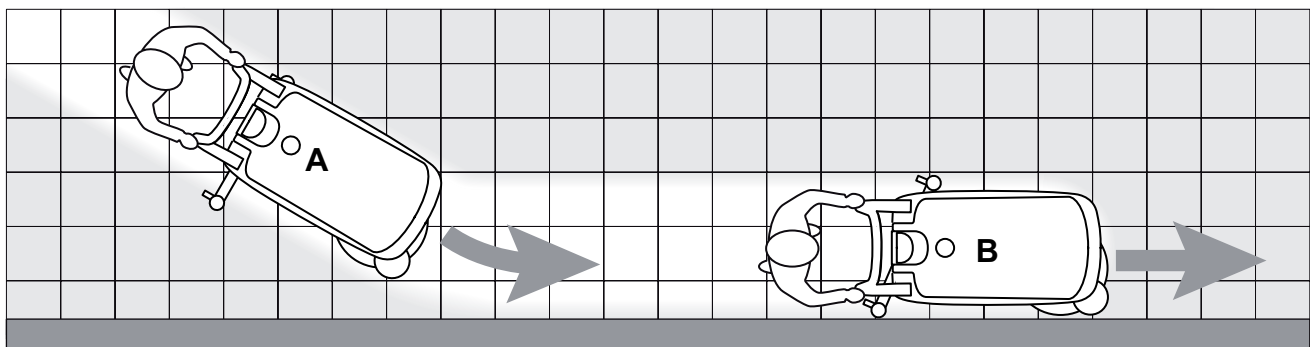

Figura 4
2. Teniendo ambas las manos sobre el manillar (2), maniobrar la máquina y empezar el trabajo de lavado/secamiento del suelo.
3. Si necesario, cambiar la cantidad de la solución detergente mediante el pulsador (54).
*Para evitar que el suelo se dañe, no utilizar el cepillo en seco y cuando la máquina se queda parada en un punto, parar la rotación del cepillo/filtro soltando los pulsadores (51).*
*Antes de levantar el cepillo/filtro, parar su rotación soltando los pulsadores (51).*
*Para un correcto lavado/secamiento de los suelos en los bordes de las paredes, Clarke sugiere acercarse con el lado derecho de la máquina como indicado en la figura 4.*